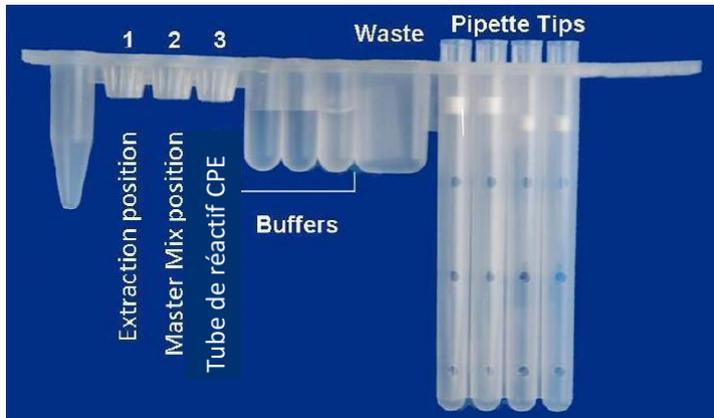

Figure 1 : Configuration de la barrette réactive unitariée ADN
- 2.2.a. Clipsez le tube d'extraction d'ADN (opercule blanc) en position 1 de la barrette, voir la figure 1.
- 2.2.b. Clipsez le tube de Master Mix BD MAX™ MMK DNA (opercule vert / jaune) en position 2 de la barrette, voir la figure 1.
- 2.2.c. Clipsez le tube de réactif CPE (opercule bleu) en position 3 de la barrette, voir la figure 1.